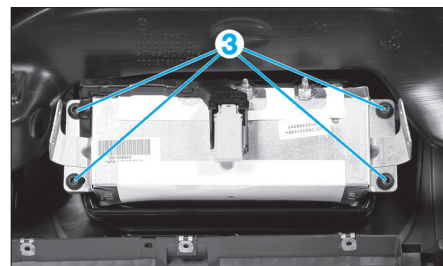

Fig. 2b
- Dévisser les deux fixations (2) à empreinte Torx de 30 qui maintient le module d'airbag sur la traverse.
- Dévisser les quatre fixations (3) (Fig.2b) à empreinte Torx de 25 qui maintient le module d'airbag sur la planche de bord.